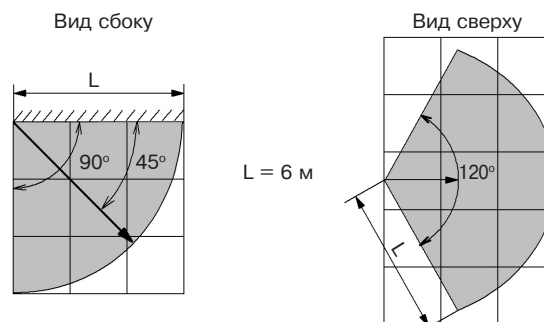

Рисунок 2 – Диаграмма зоны обнаружения АК канала
1. При выборе места установки следует принимать во внимание диаграмму направленности известителя (рисунок 2);
7. Расстояние (L) от известителя до самой удаленной точки охраняемого стекла должно быть не более 6 м.